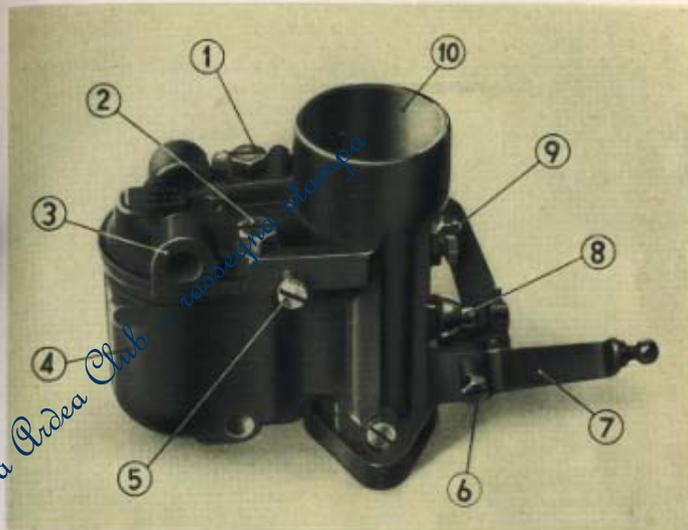
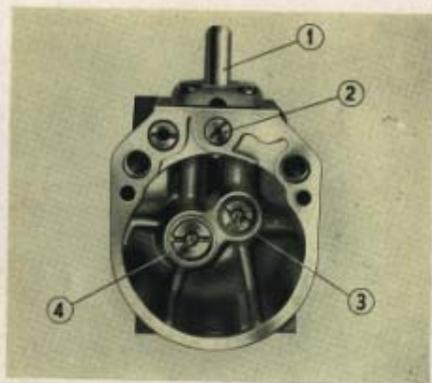

Fig. 14. Vista esterna del carburatore.
Fig. 15. Parte interna della vaschetta del carburatore.
Il carburatore è del tipo 30 VIML "Zenith" con dispositivo di avviamento e silenziatore (vedi fig. 14).
Per eseguire la pulizia del carburatore è necessario allentare le due viti (1) e (2), smontare la vaschetta (4) (vedi fig. 14) e quindi il getto principale (3) ed il getto compensatore (4) in essa contenuti (vedi fig. 15).
Per ottenere un buon funzionamento del motore a marcia lenta, procedere nel seguente modo (vedi fig. 15):